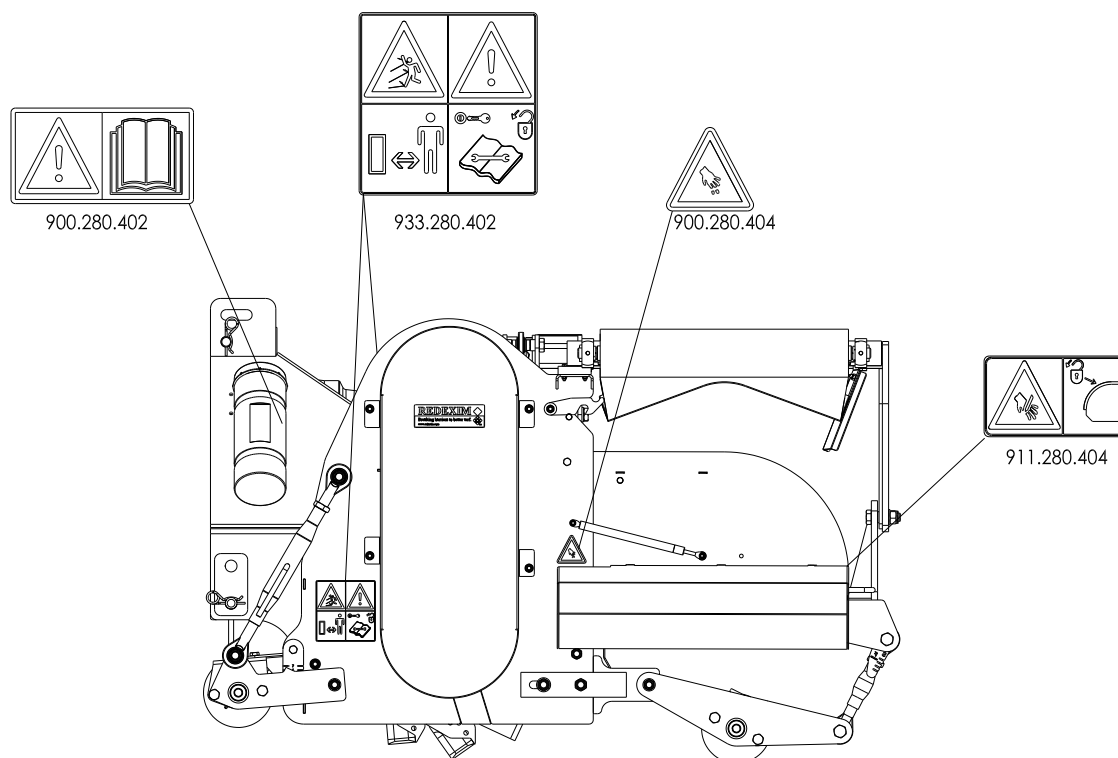

Fig. 7
(7) Pose des autocollants de sécurité Turf-Stripper 1600. (Fig. 7)